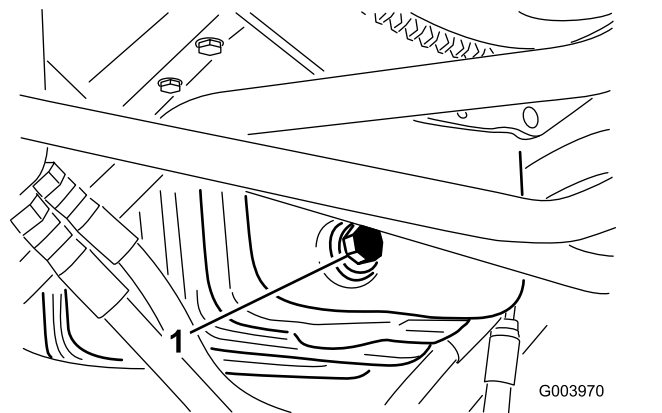

Figura 77
1. Retire el tapón de vaciado (Figura 77) y deje fluir el aceite a un recipiente apropiado.